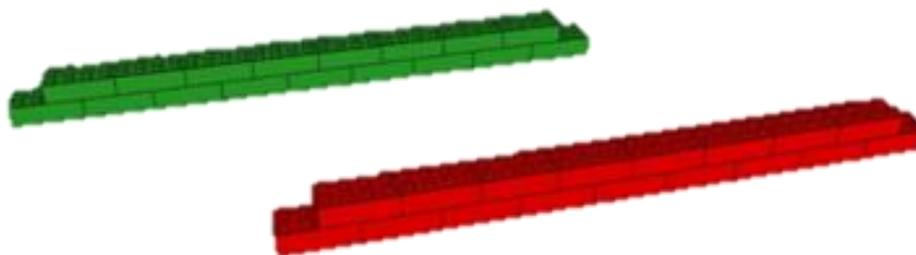

Рис. 9. Зелёный и красный барьеры
- 6.3 Зеленый и красный барьеры собраны из кирпичей LEGO 4x2 (см. рис. 9) и размещены в серых прямоугольниках на одной из сторон зоны старта и финиша (см. рис. 6).